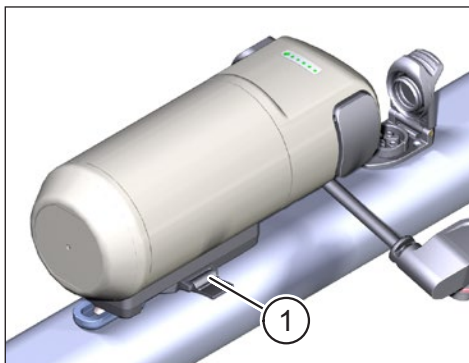

Fig. 6: FIDLOCK® systeem vergrendeld
- Duw het vergrendelingslipje zo ver mogelijk naar binnen (zie Pos. 1 in Fig. 6), om de Range Extender stevig vast te zetten.